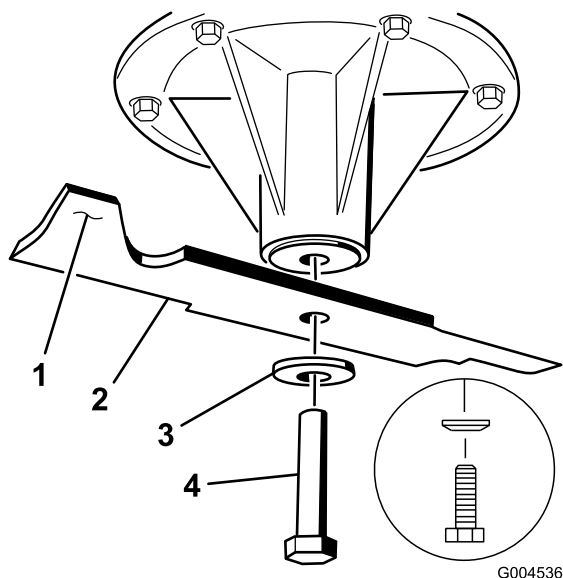

Figure 89
2. Enlevez de l'axe des lames gauche et centrale, le boulon de lame, la rondelle bombée et la lame (Figure 89).